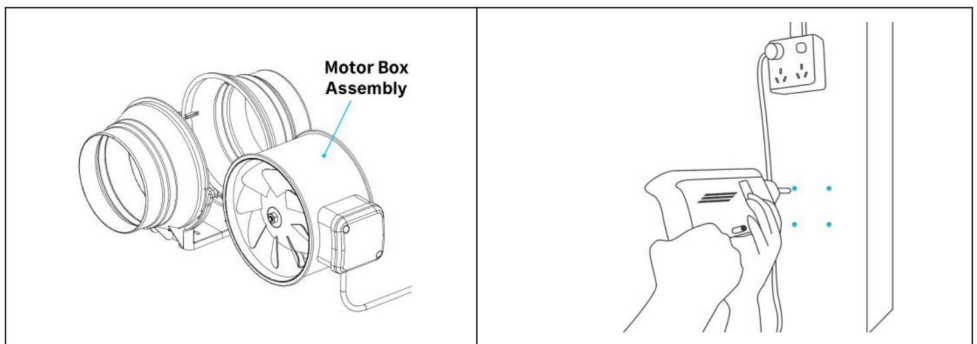

Figure 4.
4. Percez quatre trous aux emplacements marqués. Assurez-vous que votre zone de montage est structuellement solide et exempte de toute obstruction. Voir la (Fig.4.)